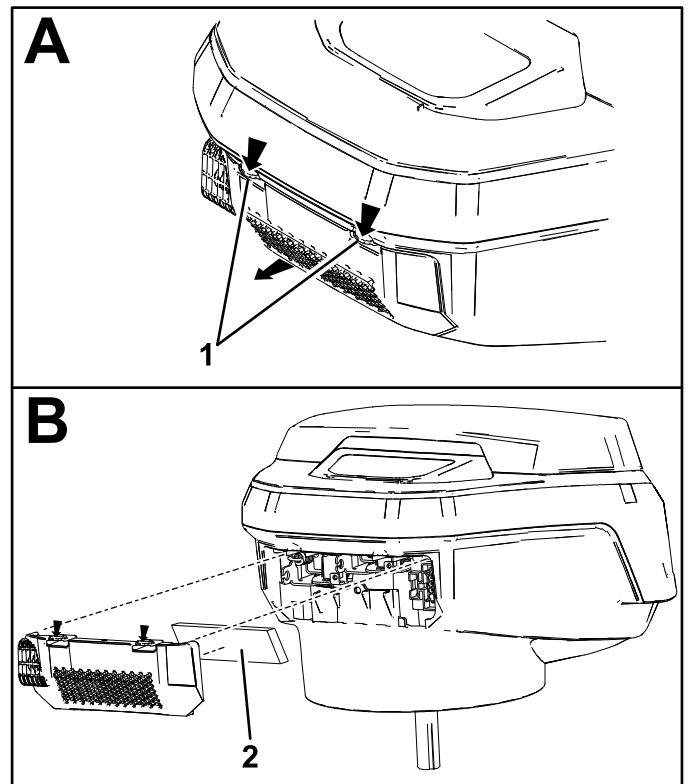

Bild 25
2. Lösen Sie die Abdeckung und den Schaumstofffilter und nehmen Sie sie ab. Reinigen Sie Beide gründlich (Bild 25).